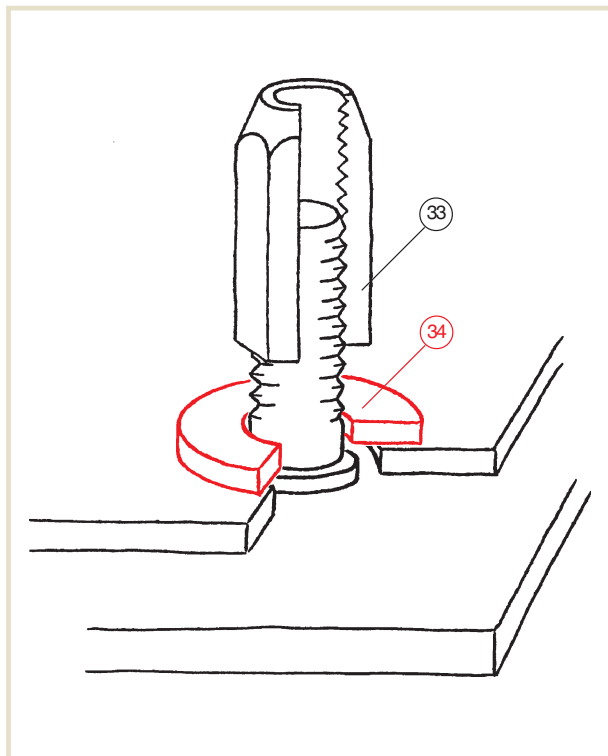

Рис. 37: Соединение верхнего и нижнего блоков центрирующими гайками
- При правильном расположении верхнего блока он самостоятельно фиксируется на нижней части посредством 4 центрирующих винтов (31). При неправильной ориентации блока между контактными поверхностями образуется зазор.
- Ослабьте 4 центрирующие гайки (33), вставьте шайбы (34) (A8.4 DIN 902, сталь), которые могут находиться за защитной водонепроницаемой дверцей наружного блока, и закрепите блоки между собой, затянув центрирующие гайки (см. Рис. 37).